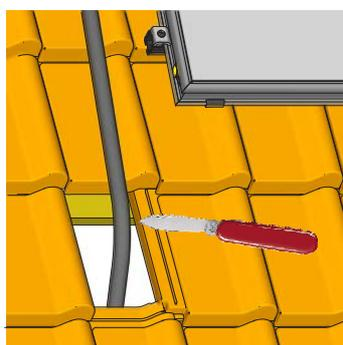

Fig. 3-32 Étape 5
5. Découpez les gaines d'isolation thermique des conduites de liaison de façon à pouvoir introduire les conduites de raccordement au travers du passe-toit respectif (fig. 3-32).